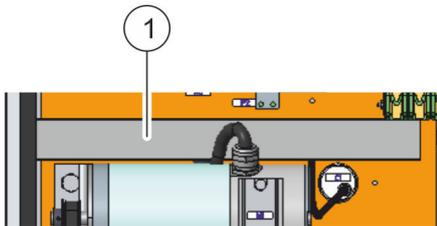

Abb. 32: Kabelkanal öffnen
3. ▶ Kabelkanal (Abb. 32/1) öffnen.